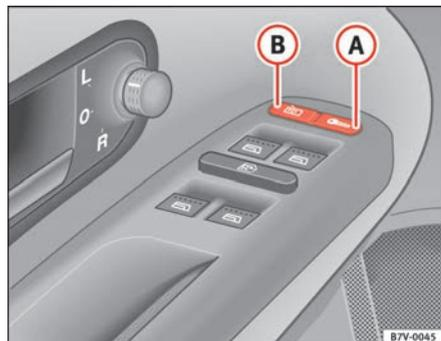

Fig. 57 Detalle de la puerta del conductor: pulsador del cierre centralizado
- Pulse la tecla  ⇒ fig. 57  ⇒ .